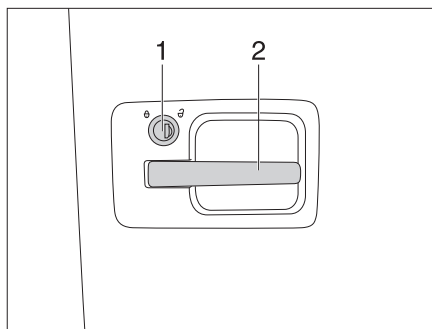
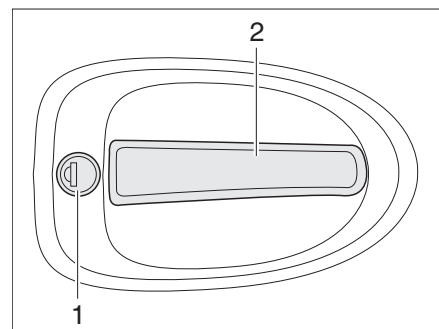

Fig. 18 Serrure de la porte, à l'extérieur
Fig. 19 Serrure de la porte, à l'extérieur
- Introduire la clé dans le cylindre de fermeture (Fig. 18,1 e Fig. 19,1) et tourner dans le sens des aiguilles d'une montre jusqu'à ce que la serrure de porte soit déverrouillée.
- Tirer sur la poignée de la porte (Fig. 18,2 e Fig. 19,2). La porte est ouverte.
- Introduire la clé dans le cylindre de fermeture (Fig. 18,1 e Fig. 19,1) et tourner dans le sens inverse des aiguilles d'une montre jusqu'à ce que la serrure de porte soit verrouillée.